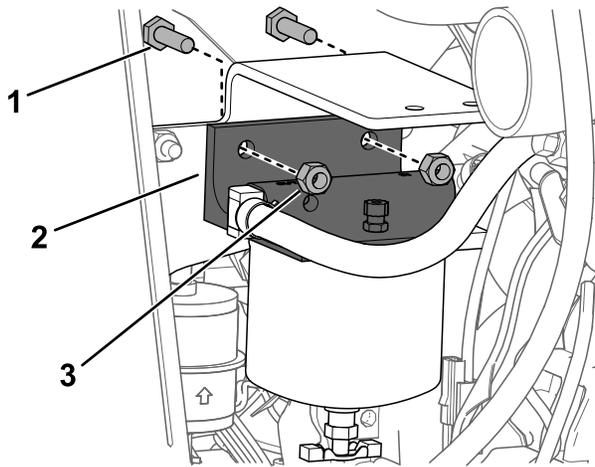

Figura 21
Utilize Figura 1 e Figura 21 através de Figura 25 para este procedimento.
- Instale o recipiente do filtro de combustível na placa como se mostra na Figura 21.